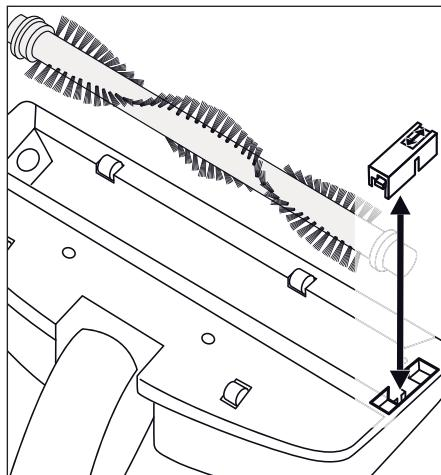

Fig. 4
Au fil du temps, de la saleté comme des cheveux par ex. peuvent s'accrocher au rouleau-brosse ⑭. Pour éliminer cette saleté, vous pouvez démonter le rouleau-brosse ⑭ (fig. 4).
- 3) Retirez le rouleau-brosse ⑭ par le haut.
- 4) Pour remettre en place le rouleau-brosse ⑭, glissez tout d'abord l'extrémité large sur l'arbre d'entraînement de manière à ce que le rouleau-brosse ⑭ s'y enclenche.
- 5) Glissez ensuite l'autre extrémité dans le logement de manière à ce que le rouleau-brosse ⑭ se trouve droit dans la buse de sol.